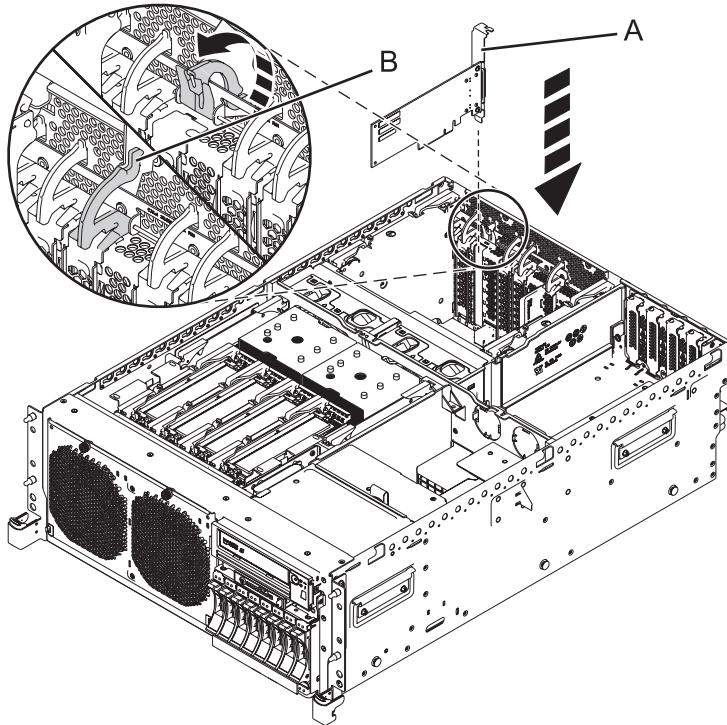
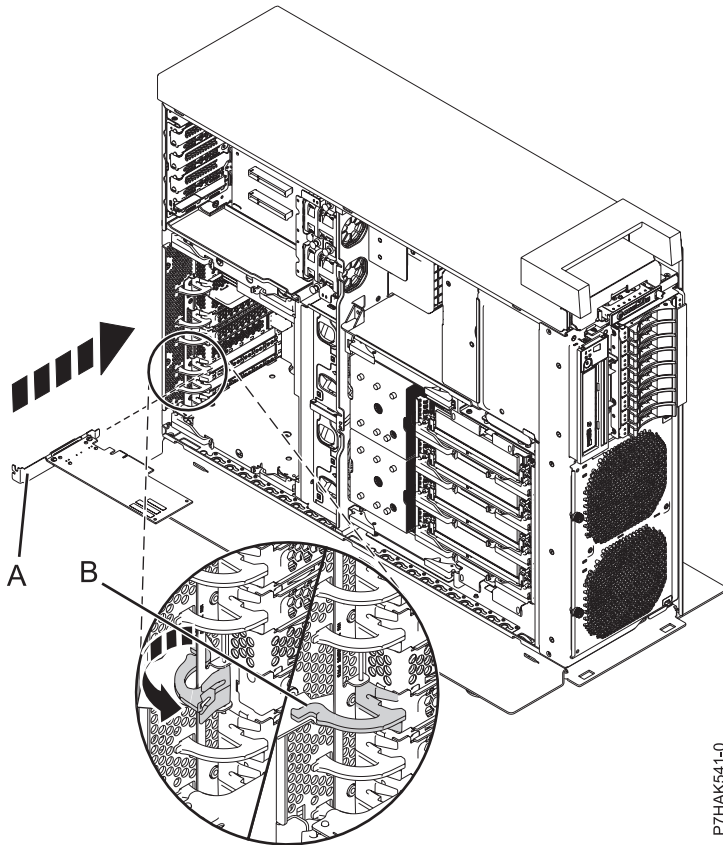

Figura 2. Instalación de un adaptador PCI en una unidad del sistema montada en bastidor
Figura 3. Instalación de un adaptador PCI en una unidad del sistema autónoma
15. Sostenga con cuidado el adaptador por el borde superior o contrapunta (**A**), y alinee el adaptador con la ranura de expansión y con su conector correspondiente de la placa posterior del sistema, tal como se muestra en Figura 2.
17. Tire del pestillo del adaptador (**B**) hasta colocarlo de nuevo en su sitio, tal como se muestra en la Figura 2 y en la Figura 3 en la página 6.